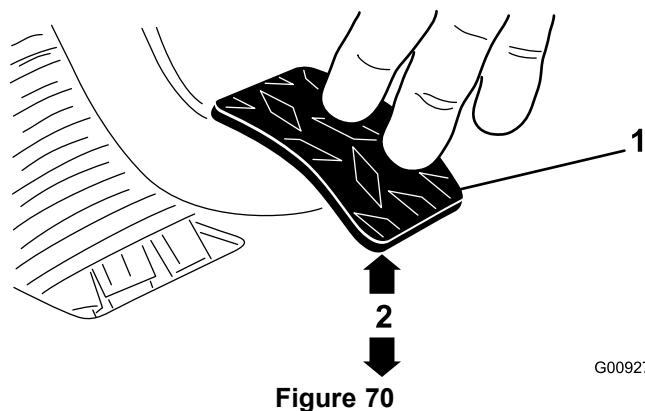

Figure 70
- Réglez les écrous de blocage et/ou la rotule jusqu'à ce que le bord inférieur arrière de la pédale d'embrayage soit à $9,5 \text{ cm} + 3 \text{ mm}$ du haut du plancher quadrillé quand une force de $1,8 \text{ kg}$ est appliquée sur la pédale (Figure 70).